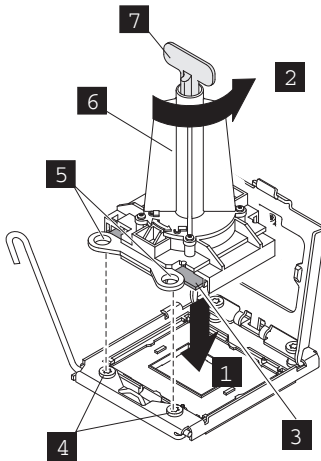

图 196. 将微处理器插入插座中
- h. 将微处理器安装工具上的三角形对齐标记（图 196 中的 **4**）与微处理器上的三角形对齐标记对齐。然后将微处理器放在工具的下侧，以便工具能够正确地将微处理器夹入到安装工具的底部。